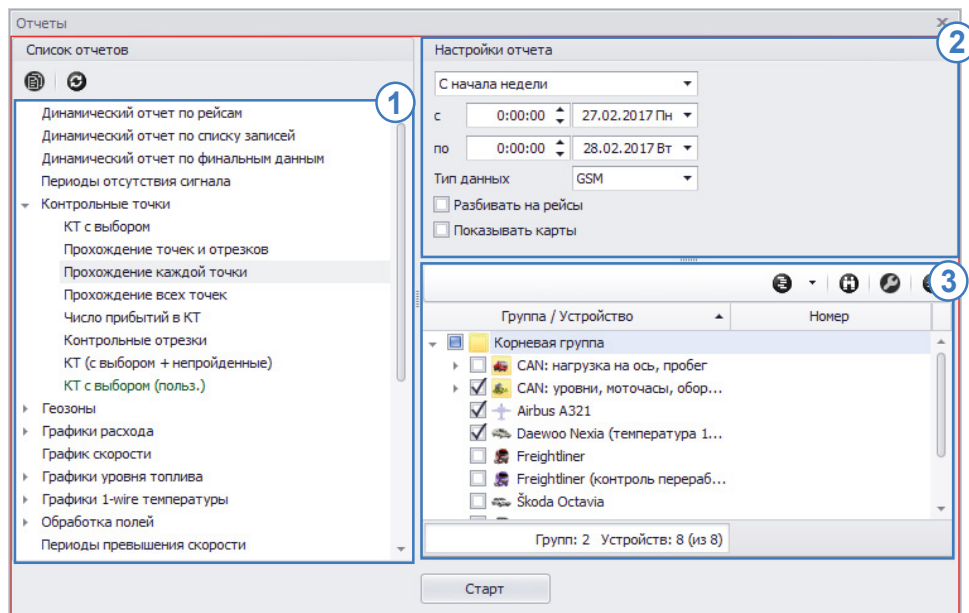

Рис.8. Модуль отчетов.
Для создания отчета необходимо перейти в Модуль отчетов (**Рис.8**).
- в списке отчетов (**Рис.8, п.1**) выбрать нужный тип отчета;
- настроить параметры отчета (**Рис.8, п.2**):
- затем в Селекторе устройств Модуля отчетов выбрать транспортные средства, по которым нужно составить отчет (**Рис.8, п.3**). В текущей версии программы в Селекторе устройств модуля отображаются только те ТС, которые доступны пользователю;